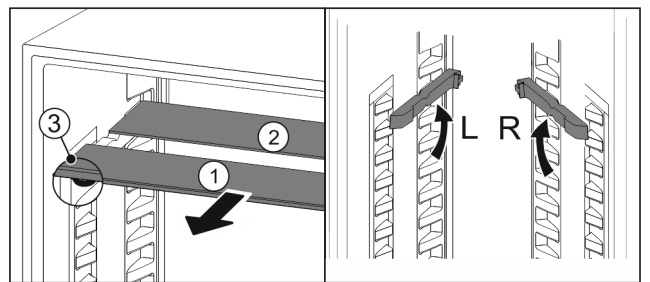

Fig. 71
- Sortir les tablettes par l'avant Fig. 71 (1).
- ▷ La tablette en verre Fig. 71 (1) avec bordure décorative est située à l'avant.
- ▷ Les butées Fig. 71 (3) sont orientées vers le bas.